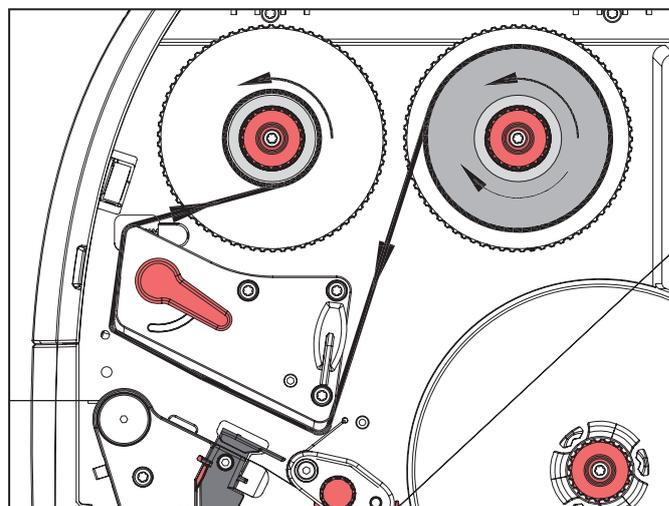

Bild 6.9 Transferfolienlauf
- ▶ Drehen Sie den Hebel (6) gegen den Uhrzeigersinn, um den Druckkopf zu entriegeln und anzuheben.
- ▶ Schieben Sie die Transferfolienrolle (1) so auf den Abwickler (2), dass die Farbbeschichtung der Folie beim Abwickeln nach unten zeigt.
- ▶ Positionieren Sie die Transferfolienrolle (1) so auf dem Abwickler, dass die Skalenwerte an beiden Seiten der Rolle identisch sind.
- ▶ Halten Sie den Abwickler (2) fest und drehen Sie den Drehknopf am Abwickler (3) gegen den Uhrzeigersinn, bis die Transferfolienrolle fixiert ist.
- ▶ Schieben Sie einen geeigneten Transferfolienkern (4) auf den Transferfolienaufwickler (5) und fixieren Sie ihn in gleicher Weise.
- ▶ Führen Sie die Transferfolie durch die Druckbaugruppe, siehe Bild 6.9.
- ▶ Fixieren Sie den Anfang der Transferfolie mit einem Klebestreifen am Transferfolienkern (4). Beachten Sie dabei die Rotationsrichtung des Transferfolienaufwicklers entgegen dem Uhrzeigersinn.
- ▶ Drehen Sie den Transferfolienaufwickler (5) gegen den Uhrzeigersinn, um den Transferfolienlauf zu glätten.
- ▶ Drehen Sie den Hebel (6) im Uhrzeigersinn, um den Druckkopf zu verriegeln.